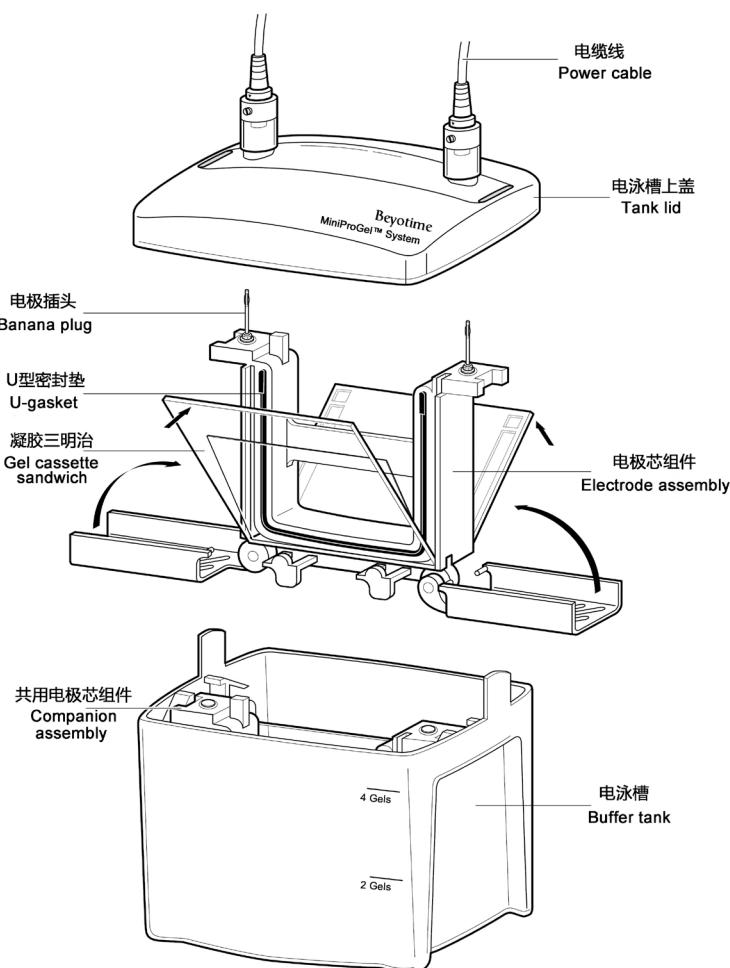

图1. MiniProGel™蛋白制胶与电泳系统的电泳槽组装图。仅E6001包含共用电极芯组件。
- 本系统的制胶系统包含制胶架(2个)、夹胶框(4个)、厚玻璃板(标配1.0mm, 5块)、短玻璃板(5块)、电泳梳(标配1.0mm, 15-well, 5个)；本产品的电泳系统包含电泳槽(缓冲液槽)、电泳槽上盖(带电缆线)、电极芯组件、共用电极芯组件(仅E6001包含本组件)、缓冲液挡板、胶铲(2个)、上样托架(标配15-well)。本产品的电泳槽组装图见图1。